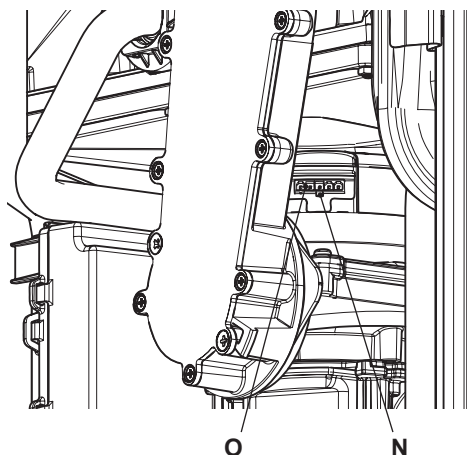

Figura 9.12
- Scollegare il connettore del ventilatore O premendo il gancio in plastica N posizionato nella parte sottostante del connettore (Figura 9.12).